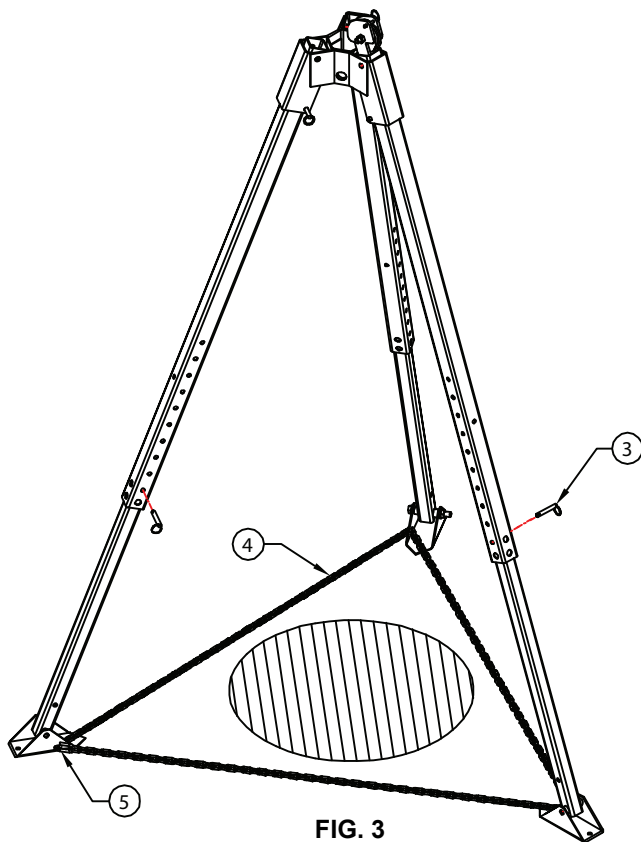

FIG. 3
5. Positionner le trépied sur l'entrée (voir Fig.3) et s'assurer que la structure est à niveau. Régler la longueur du ou des pieds tel que nécessaire en retirant les goupilles de réglage de pied et en déployant ou en rétractant le ou les pieds. Prendre soin de réinstaller les goupilles de réglage des pieds une fois que le trépied est à niveau.